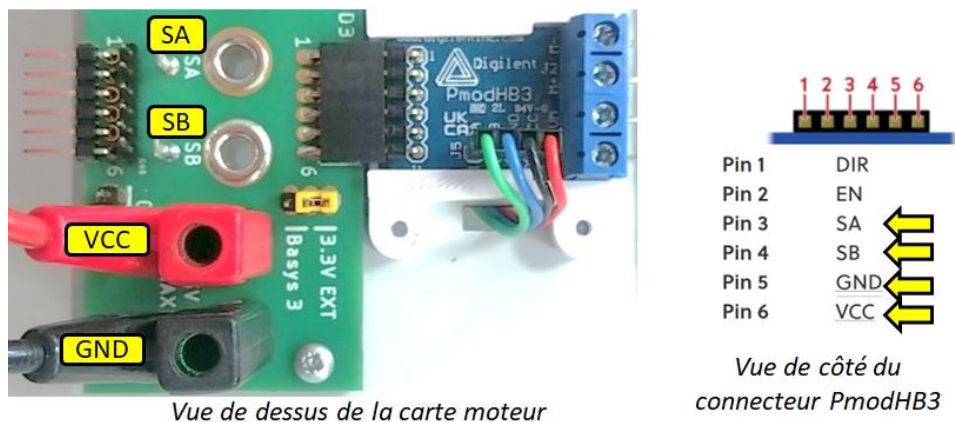

Figure 3 : Carte PmodHB3 et connecteur pour la visualisation des signaux de vitesse.
- **Connecter** les signaux **SA** et **SB** des capteurs de vitesse (**f** de la Figure 2) pour l'observation à l'oscilloscope (connecteur de la carte PmodHB3, Figure 3).